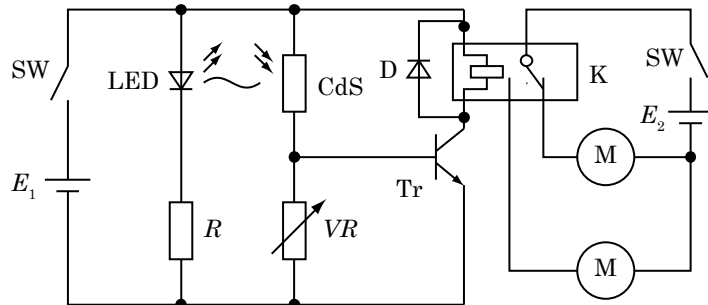

図 11 ライトレースカーの回路図
(1) 図 11 がライトレースカーの回路図です (図 8 と同一)。